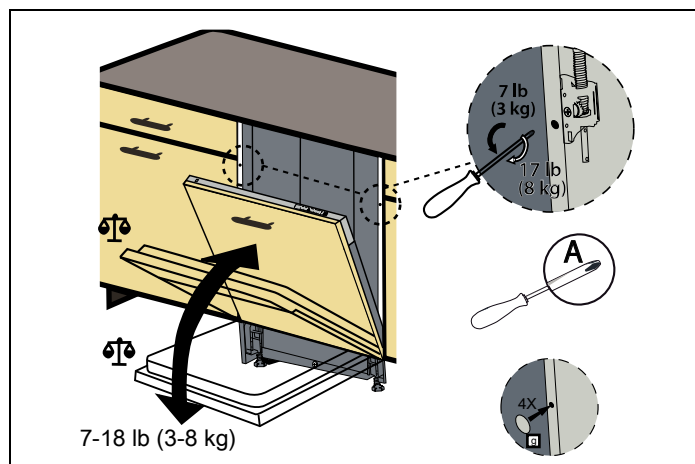

Fig. 23
8) Selon le poids de la porte en bois assemblée, l'équilibrage doit être assuré par le mécanisme indiqué dans la Fig. 23 .